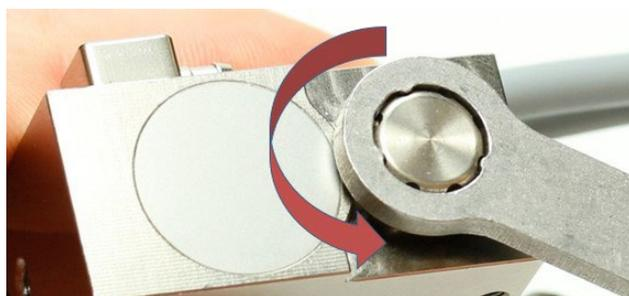

Abb. 69: Adjustschraube aufschrauben
1. Senden Sie den Befehl „ADJUST:START“ über die RS-232C-Schnittstelle vom PC an die Steuereinheit. Als Antwort erscheint auf dem Monitor des PCs „Adjust Screw OUT Press Enter“. Schrauben Sie die Adjustschraube komplett auf (gegen den Uhrzeigersinn, siehe Abb. 69, Drehmoment ca. 50 – 60 cN.m).